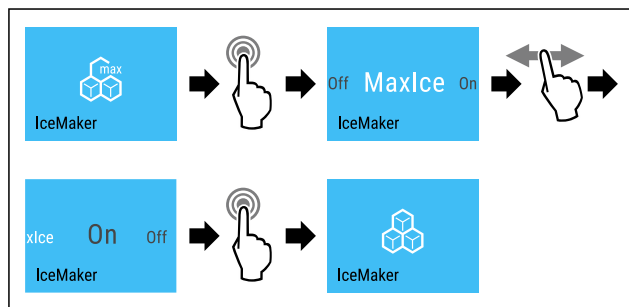

Fig. 22
- ▶ Stappen (zie Fig. 22) uitvoeren.